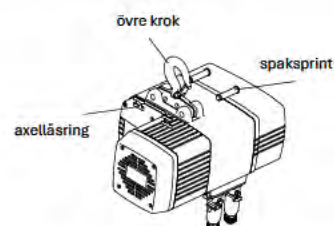

Bild 1
- 1 Övre plattenhet för krok-/konsolupphängning (bild 1)